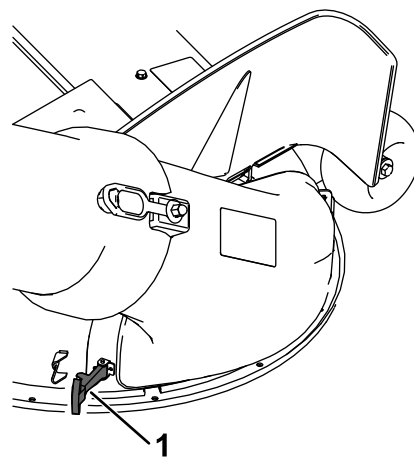

**Figure 22**
3. Sur le haut de la goulotte, accrochez le crochet de verrouillage à la tige de pivot du déflecteur (Figure 22).